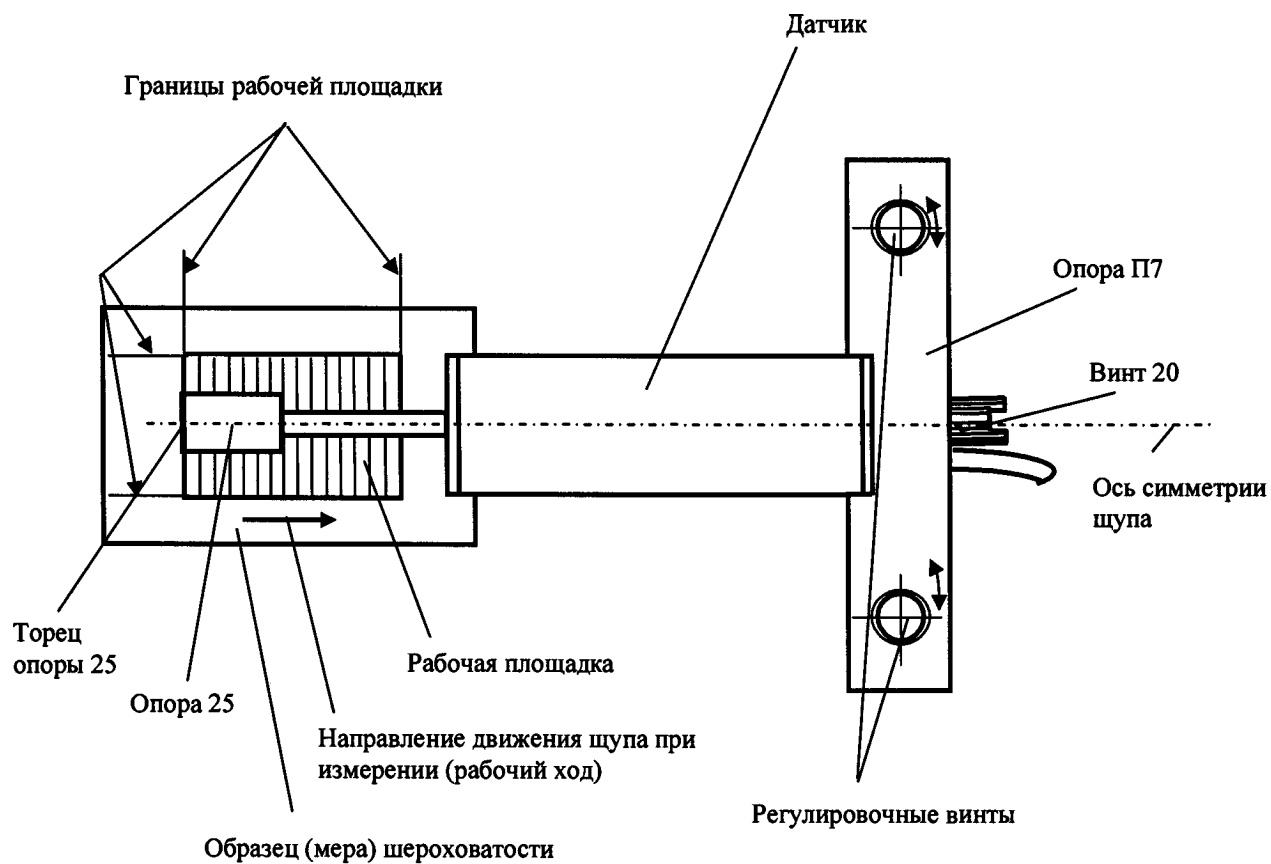
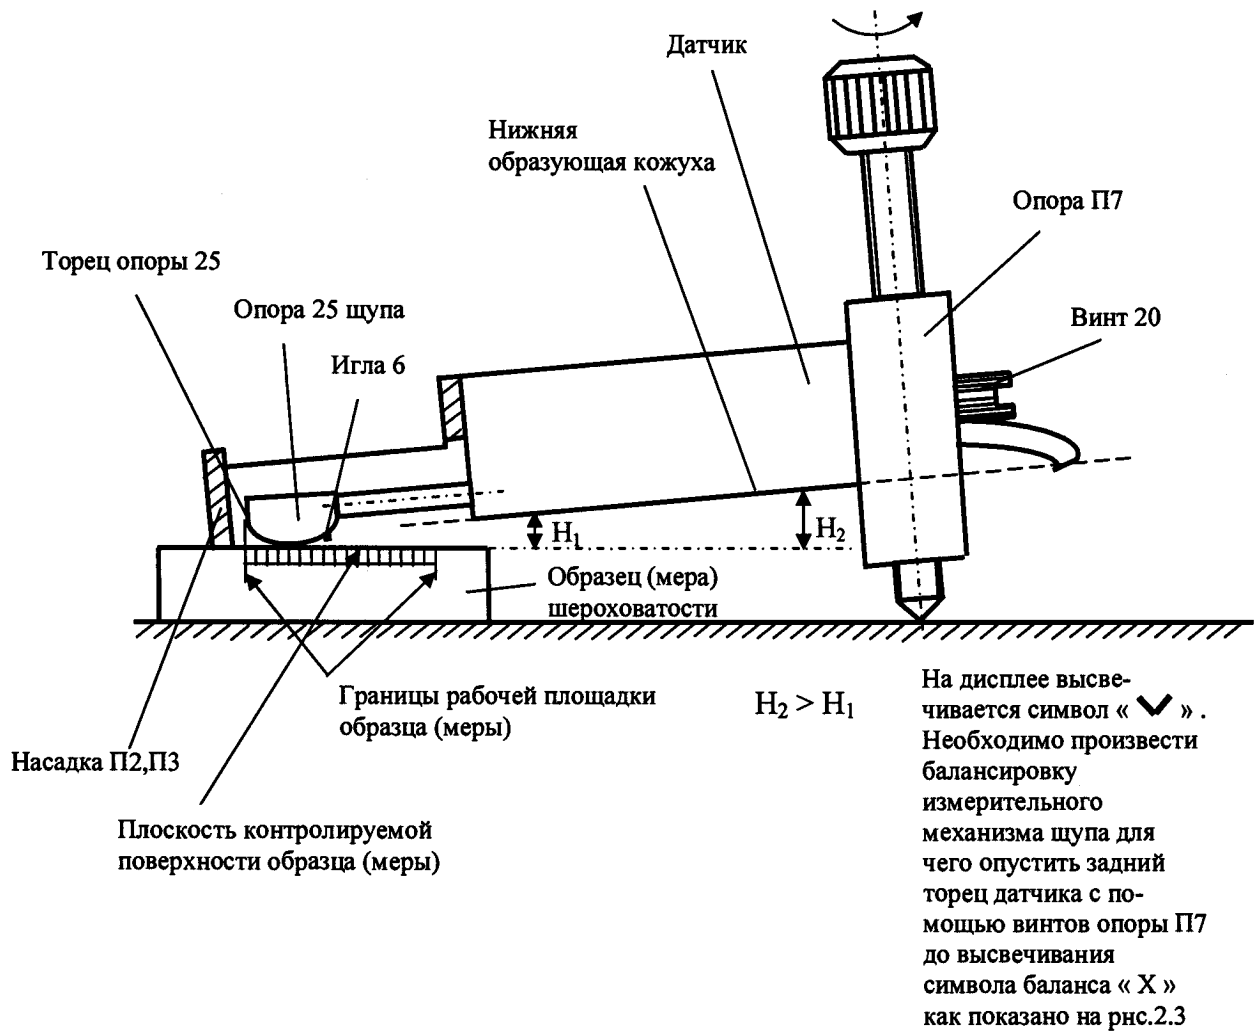

Рис.2.1 Базирование датчика на поверхность образца (меры) шероховатости с помощью опоры П7. Вид сверху.
Рис.2.2 Базирование датчика на поверхность образца (меры) шероховатости с помощью опоры П7. Положение до начала балансировки. Вид сбоку.
2.2.2.5 Датчик на опоре П7 расположить насадкой П2 на поверхности (плоскости образца шероховатости) так, чтобы торец опоры 25 щупа совпадал с границей рабочего участка образца (меры) шероховатости и ось симметрии щупа совпадала бы с осью симметрии образца (меры) шероховатости (рис.2.1), рабочая поверхность опоры 25 щупа касалась бы поверхности образца (меры), а задний торец датчик был бы выше (приподнят) относительно плоскости измерений на 1÷10 мм (рис.2.2). При этом на дисплее должен высвечиваться символ «», указывающий на необходимость смещения заднего торца датчика вниз.
3 Датчик на опоре П7 расположить насадкой П2 на поверхности образца (меры) шероховатости так, чтобы торец опоры 25 щупа совпадал с границей рабочего участка образца (меры) шероховатости и ось щупа совпадала бы с осью симметрии образца (меры) шероховатости (рис.2.1), рабочая поверхность опоры 25 щупа касалась бы поверхности образца (меры), а задний торец датчика был бы выше (приподнят) относительно плоскости измерений на  $1\div 10$  мм (рис.2.2). При этом на дисплее должен высвечиваться символ «», указывающий на необходимость смещения заднего торца датчика вниз.
Установить одну из насадок П2 или П3 (в зависимости от формы контролируемой поверхности детали см. п.2.3.3.1 и рис.1.4) на передний торец датчика и жестко зафиксировать ее двумя невыпадающими винтами. Установить датчик на опоре П7 насадкой П2 или П3 на контролируемый участок поверхности детали, так чтобы ось симметрии щупа была бы перпендикулярна линиям обработки детали, рабочая поверхность опоры 25 щупа касалась бы поверхности контролируемого участка, а задний торец датчика был бы выше (приподнят) относительно плоскости измерений на  $1\div 10$  мм (также как и при базировании на образец (меру) шероховатости (см. рис.2.2)). При этом на дисплее должен высвечиваться символ «», указывающий на необходимость смещения заднего торца датчика вниз